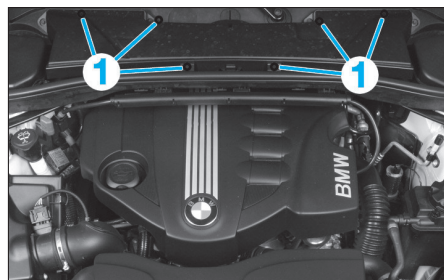

Fig. 1
- Déposer les vis (1) (Fig.1).